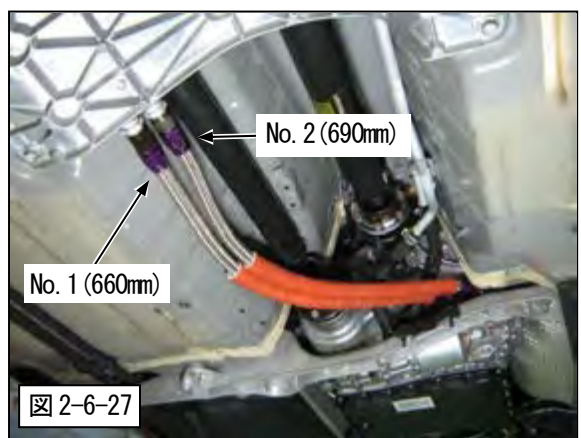

図 2-6-27
(14) ファイヤースリーブを 430mm に切断してホースに取付けてください。ホース No. 1、2 を車両に取付けてください。(図 2-6-27)